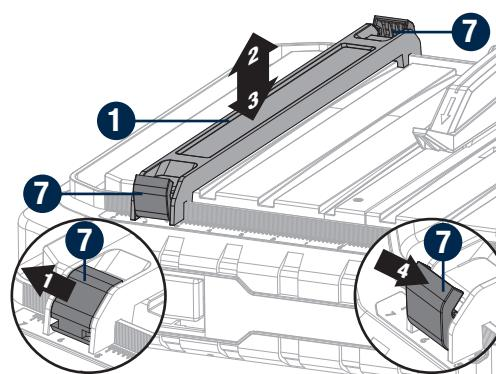

Fig. 12
**UTILISATION DU GUIDE DE COUPE (Fig. 12)**
- Ouvrez les leviers de blocage (7) (situés aux deux extrémités du guide de coupe (1)).
- Retirez le guide de coupe (1).
- Replacez le guide de coupe (1) dans la position souhaitée.
- Abaissez les leviers de blocage (7).